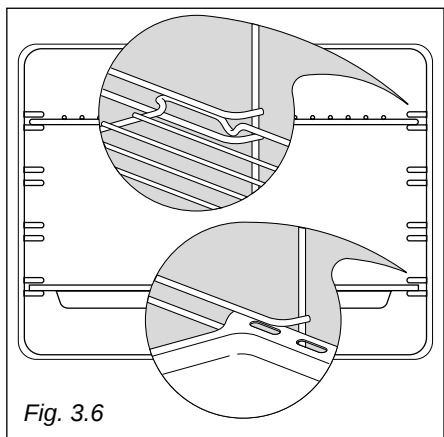

Fig. 3.6
- Enfie no meio das guias das armações laterais a pingadeira e a grelha como está mostrado na fig. 3.6.
A grelha deve ser montada de modo que a bloqueio de segurança, que evita que a mesma saia acidentalmente, fique voltado para dentro do forno (fig. 3.6).